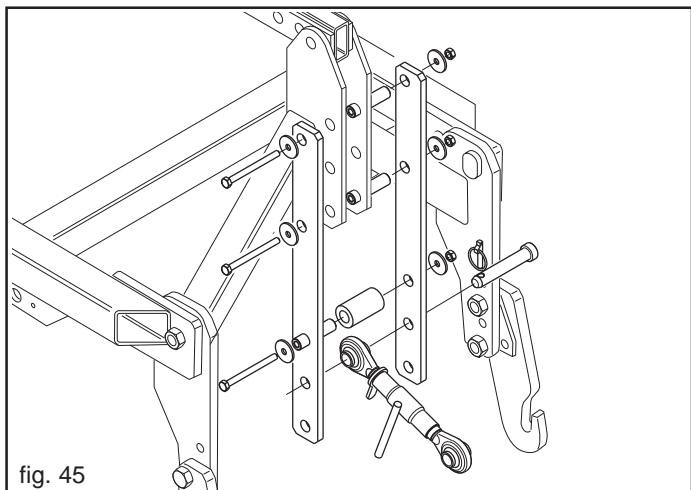

fig. 45
- 3) Appliquer les rallonges fournies au niveau du point supérieur de l'attelage du semoir, voir la Figure 45.